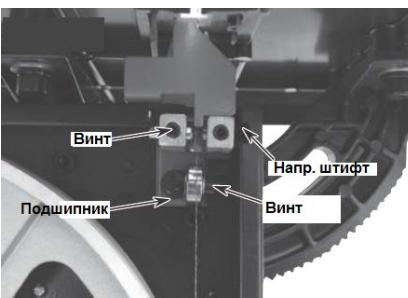

Рис. 13
- После того, как ход пильного полотна был настроен правильно, зафиксируйте его, затянув гайку. См. Рис. 10 и рис. 13.
- Ослабьте винты (рис. 13) и отодвиньте направляющие штифты от боковых сторон пильной ленты.